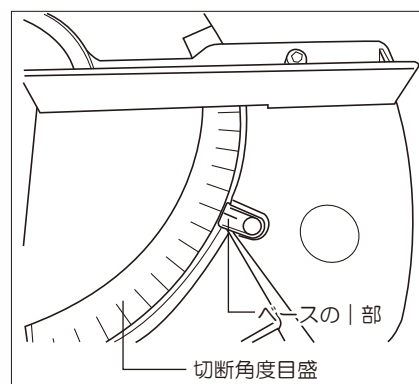

図12
- ②ターンテーブルの切断角度目盛り0度と、ベースの|部を合わせてください。(図12参照)